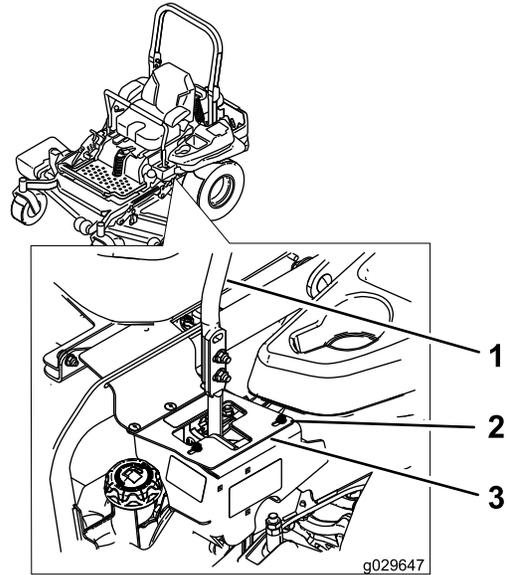

Figure 65
6. Si la machine se déporte à droite, desserrez les boulons et déplacez la plaque de butée gauche en arrière sur la fente en T gauche, jusqu'à ce qu'elle se déplace en ligne droite (Figure 65).
7. Si la machine se déporte à gauche, desserrez les boulons et déplacez la plaque de butée droite en arrière sur la fente en T droite, jusqu'à ce qu'elle se déplace en ligne droite (Figure 65).
8. Serrez les boulons de la plaque (Figure 65).